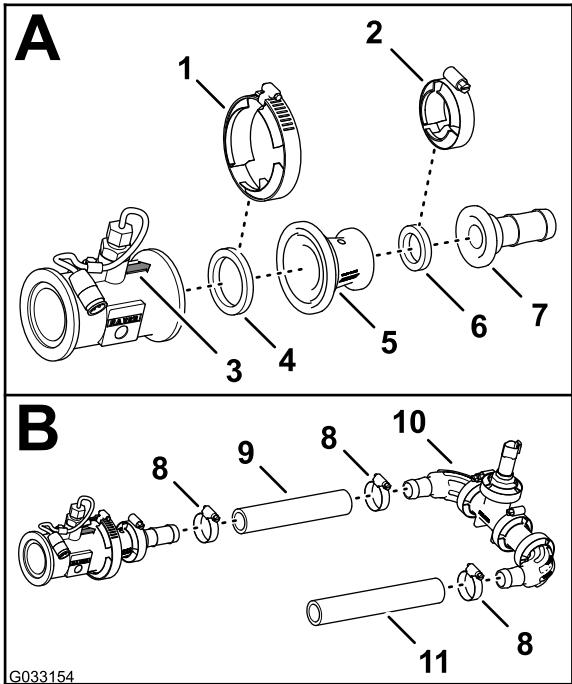

Bild 125
1. Fluchten Sie die Dichtung (2-1/4") und den Reduzierstückadapter mit dem Ende des Durchflussmessgeräts aus, zu dem der Richtungspfeil zeigt (Bild 125).
- Befestigen Sie das Durchflussmessgerät, die Dichtung und den Reduzierstückadapter (Bild 125) mit einer Flanschklemme (76 mm).
- Fluchten Sie die Dichtung (2-1/4") und das gezahnte Schlauchanschlussstück mit dem Ende des Reduzierstückadapters aus (Bild 125).
- Befestigen Sie das gezahnte Flanschanschlussstück, die Dichtung und den Reduzierstückadapter (Bild 125) mit einer Flanschklemme (51 mm).
- Befestigen Sie den Schlauch (1" x 7-1/4") am gezahnten Flanschanschlussstück und dem gezahnten Krümmer des Druckwandlers und Verteilers, wie in Bild 125 abgebildet.
- Befestigen Sie den Schlauch und die gezahnten Anschlussstücke mit zwei Schlauchklemmen (Bild 125).
- Befestigen Sie den Schlauch (1" x 8-1/2") am anderen gezahnten Krümmer des Druckwandlers und Verteilers, wie in Bild 125 abgebildet.
- Befestigen Sie den Schlauch und das gezahnte Anschlussstück mit einer Schlauchklemme (Bild 125).